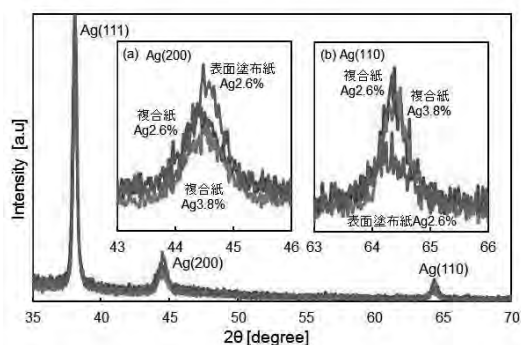

図 2 Ag ナノワイヤ含有紙の規格化した X 線回折パターン (挿入図 (a)、(b) は回折ピークの拡大図を示している)
図 2 に Ag ナノワイヤ複合セルロースナノファイバー紙に対する X 線回折の θ - 2θ スキャンを Ag(111) で規格化した結果を示す。Ag 表面塗布紙とピーク強度を比較したとき、Ag ナノワイヤ複合紙 (Ag 濃度 2.6% および 3.8%) の Ag(200) は低く、Ag(110) は高くなるということが分かった。さらに、Ag ナノワイヤ複合紙の Ag 濃度が増加するにつれて、Ag に由来するピークの相対強度は Ag 表面塗布紙や Ag ナノワイヤ膜に近づくことが分かった。基板上に Ag ナノワイヤ溶液を塗布して加熱したとき、軸比の大きいナノワイヤの長手方向は面と平行に配向していると考えられる。これらの結果から、Ag ナノワイヤを複合した紙のナノワイヤ長手方向は Ag 濃度が低いとき、さまざまな方向を向いているが、Ag 濃度が増大するにつれて、面内方向への配向性が高くなると思われる。